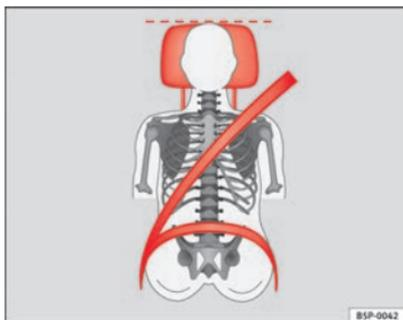
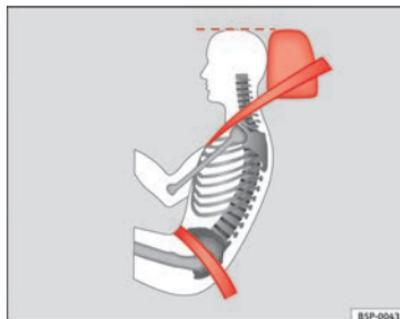

Fig. 69 Vista de frente: encosto de cabeça e cinto de segurança ajustados correctamente
Fig. 70 Vista de lado: encosto de cabeça e cinto de segurança ajustados correctamente
- Ajustar o encosto de cabeça de modo a que o rebordo superior do mesmo fique alinhado com a parte superior da cabeça, no mínimo à altura dos olhos ⇒ Fig. 69 e ⇒ Fig. 70.